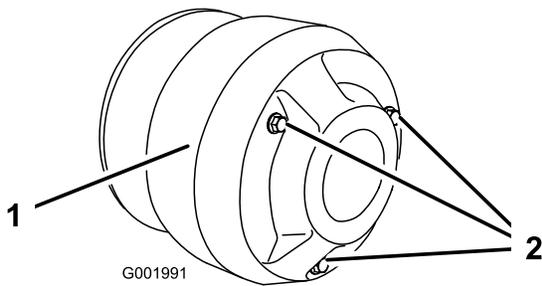

図 58
4. クラッチ・カバーのボルト（3本）を外してカバーを取る(図 58)。